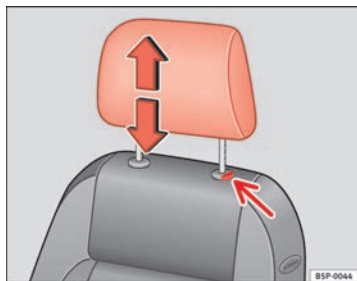

Fig. 68 Ajuste o desmontaje del apoyacabezas
- Pulse la tecla ⇒ fig. 68 (flecha).